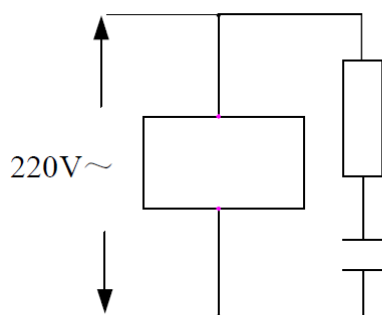
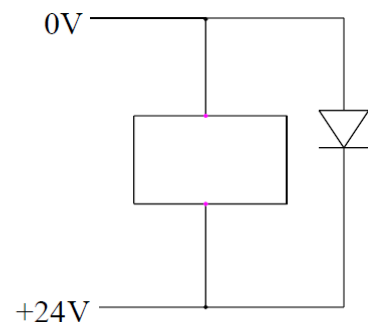
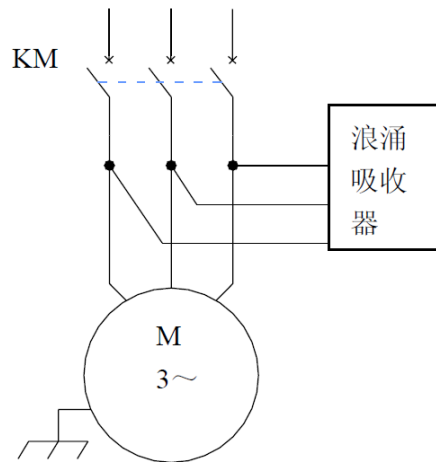

图 1-3
图 1-4
图 1-5
- 3、 抑制干扰: 在交流线圈两端并联RC 回路(如图1-3), RC 回路安装时要尽可能靠近感性负载; 在直流线圈的两端反向并联续流二极管(如图1-4); 在交流电机的绕组端并接浪涌吸收器(如图 1-5)。